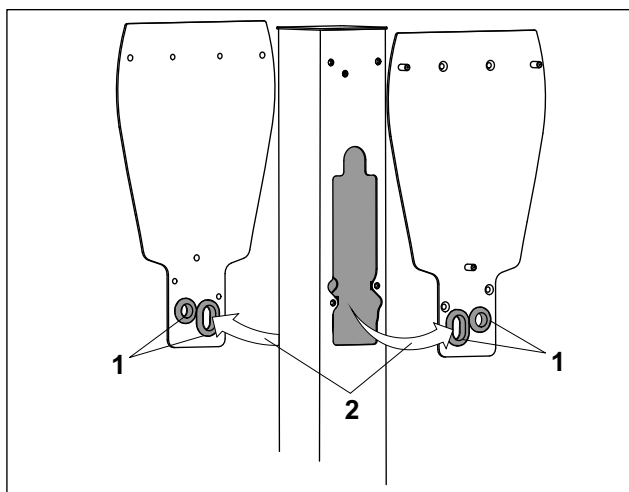

Fig. 3 Entrada de cables en las placas adaptadoras
1. Las placas adaptadoras suministradas disponen de pasables separados para los cables conductores de potencia y los cables de datos. Fijar las boquillas de paso adecuadas incluidas en el juego de piezas sueltas (fig. 3/1) a los orificios de paso de cables de las placas adaptadoras. Si no se utilizan cables de datos, los orificios de paso de cables correspondientes deben cerrarse con los elementos cobertores suministrados.
2. Extraer los cables de la columna (fig. 3/2) a través de los orificios para cables correspondientes de cada placa adaptadora.